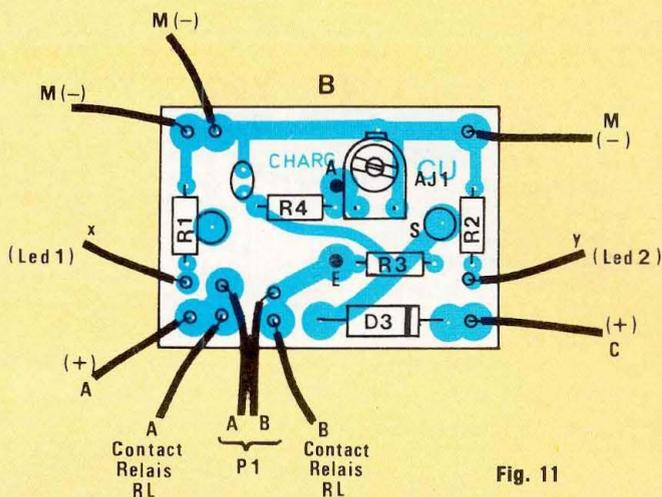
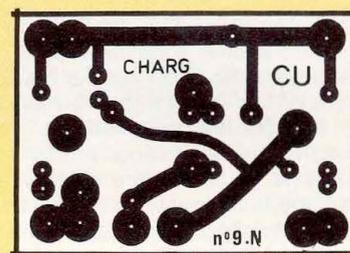

Fig. 11
Fig. 10
Le circuit imprimé de régulation-limitation donné à la figure 10 sera réalisé sur verre epoxy simple face. Après perçage, on étamera le circuit imprimé au bain chimique. Tous les composants, à l'exception du régulateur intégré IC1 qu'on laissera de côté pour le moment, seront câblés côté cuivre, voir l'implantation en figure 11. Nous avons retenu cette solution de façon qu'après montage du circuit imprimé sur entretoise au fond du boîtier, l'on puisse facilement souder les pattes d'IC1 qui, lui, est fixé sur le coffret à l'extérieur. De plus, toutes les connexions à réaliser lors du câblage final ainsi que le réglage d'AJ1 à la mise au point se
- Fig. 10 : Circuit de régulation limitation
- Fig. 11 : Attention, tous les composants sont soudés côté cuivre !